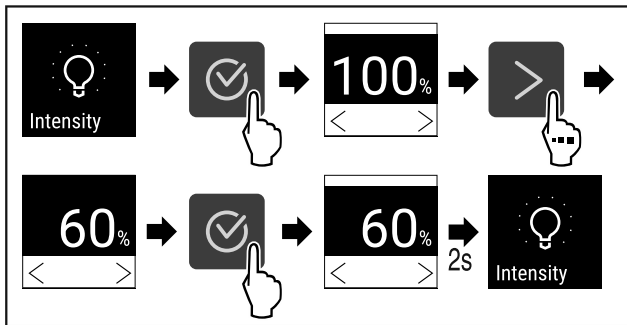

Fig. 89
- ▶ Провести етапи операцій (див. Fig. 89).